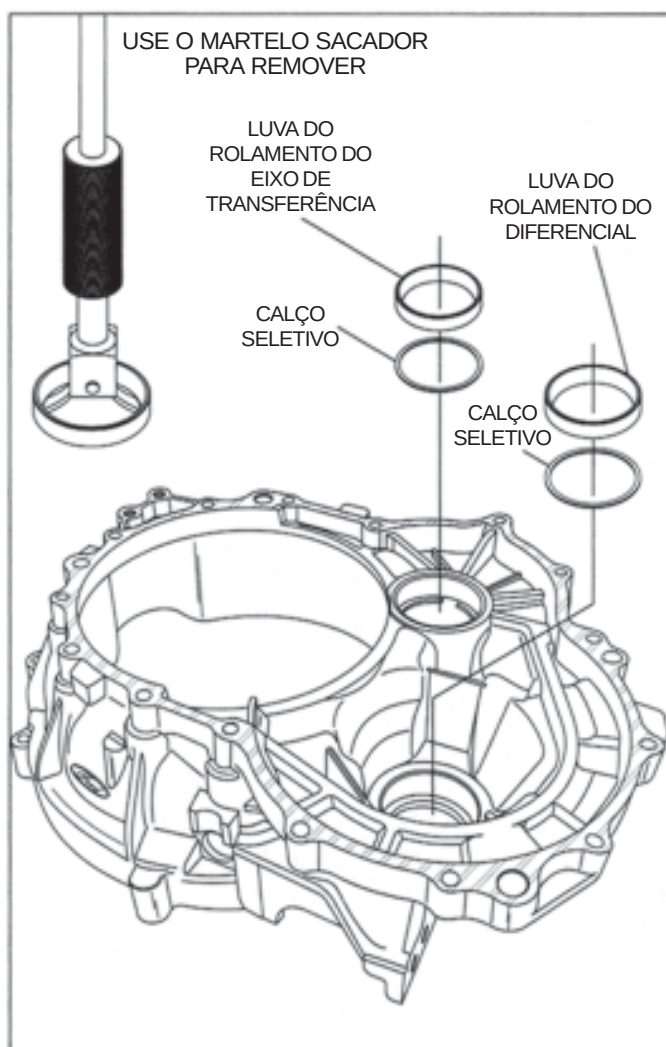

Figura 128
36. Remova a luva do rolamento do diferencial utilizando um martelo sacador, conforme ilustrado na Figura 128.
37. Remova o calço seletivo do rolamento do diferencial, conforme ilustrado na figura 128.
38. Remova a luva do rolamento do eixo de transferência utilizando um martelo sacador, (Vide Figura 128).
39. Remova o calço seletivo da luva do rolamento do eixo de transferência, conforme ilustrado na Figura 128.